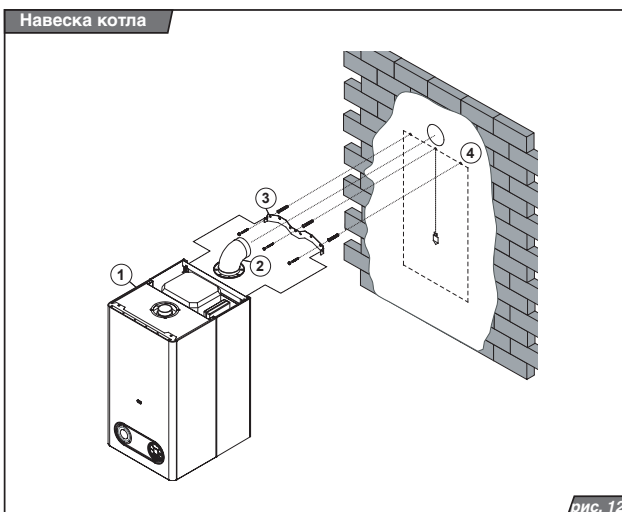

рис. 12
Порядок навески (рис. 12):
1. Для закрепления подвесной планки (входит в комплект поставки котла) котла на навесной стене обозначте линией верхнюю грань котла (рис. 12, поз. 4). Используйте уровень водяной.
2. На обозначенную линию приложите подвесную планку (рис. 12, поз. 3) и через её отверстия обозначте пункты. Последовательно просверлите соответствующие отверстия для хомутов. Установте хомуты в просверленные отверстия, установите подвесную планку а как следуют её зацепите при помощи винтов.
3. Если должен устанавливаться вариант котла с принудительным отводом продуктов сгорания (KTZ), то в случае вывода непосредственно на фасад (рис. 12, поз. 2) измерьте отверстие для прохода соосных труб (смотри присоединительные размеры котла).